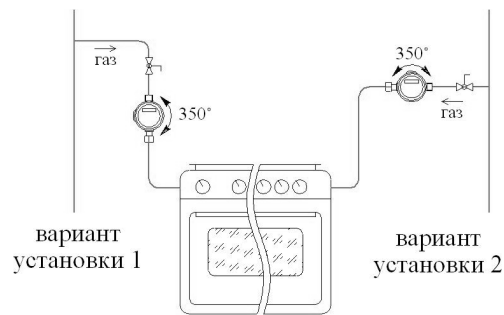

Рисунок 2
5.3.1 Установить счетчик на вертикальном или горизонтальном участке газопровода (рисунок 2). Направление стрелки на корпусе счетчика должно совпадать с направлением потока газа в газопроводе. Допускается установка счетчика в любом удобном для потребителя положении, не противоречащем правилам установки и монтажа газового оборудования. Наличие прямых участков до и после счетчика не требуется.